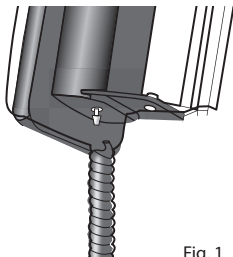

Fig. 1
1. Retire el brazaete y el tubo del vástago de aire en la parte inferior del indicador, Fig 1.